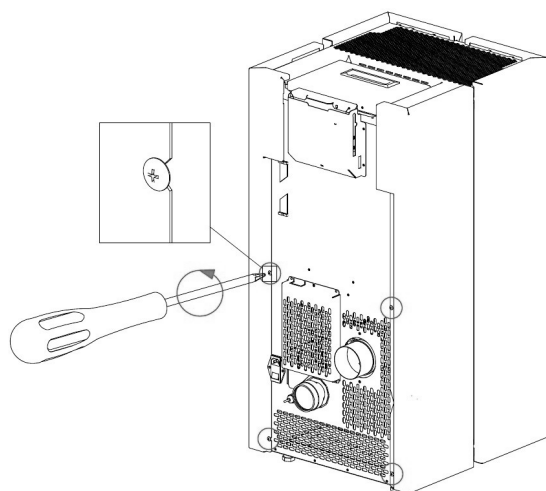

Fig. 52 - Extracción de los tornillos
- Afloje los 4 tornillos traseros (ver **Fig. 52**).